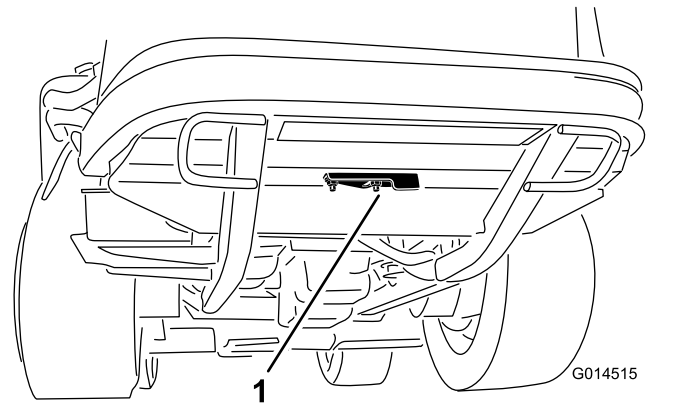

Figura 42
2. Afloje la tuerca con arandela prensada que sujeta la tapa del hueco de limpieza a la parte inferior del bastidor trasero (**Figura 42**). Gire la tapa a un lado para tener acceso al hueco de limpieza en el bastidor.